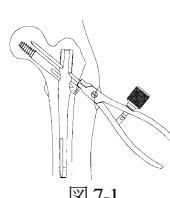

図7-1
- 2) 抜去用ペンチを用いてエクストラピンを抜去します。(図7-1)